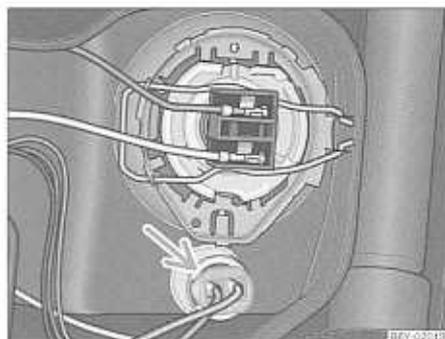

Fig. 156 Desmontaje de la bombilla para luz de posición delantera
- Extraiga del faro el portalámparas con bombilla para luz de posición → fig. 156.